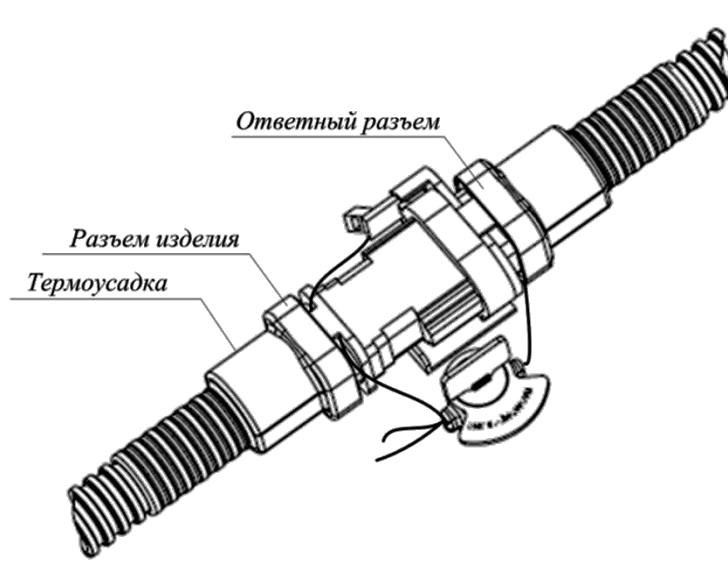

Рисунок 29
Для датчика уровня топлива LLS-AF 20310 установить защитную пломбу на разъем (Рисунок 29).
- 1) Продеть пломбировочную проволоку через отверстия разъема изделия и ответного разъема, таким образом, чтобы проволока проходила с разных сторон разъемов (Рисунок 29).